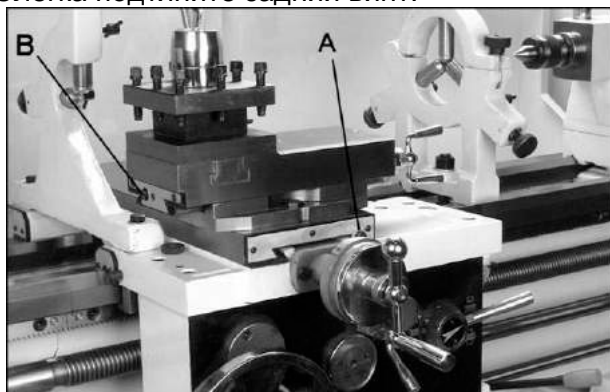

Рис.30
**Поперечный суппорт** – винты регулировочной планки расположены спереди и сзади суппорта напротив друг друга (А, Рис.30). Чтобы отрегулировать зазор ослабьте задний винт на один оборот, а передний винт затяните на четверть оборота. Поверните рукоятку поперечного суппорта, чтобы проверить плавность хода. При необходимости повторите операцию еще раз, до тех пор, пока перемещение не станет плавным без задиrow. Слегка подтяните задний винт.
**Верхний суппорт** – винты регулировочной планки расположены на передней и задней стороне верхнего суппорта (В, Рис.30). Для регулировки воспользуйтесь тем же способом, что и при регулировке поперечных направляющих.